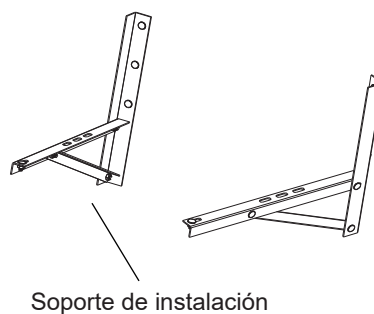

Fig.10
- Si se necesitan soportes de instalación para instalar la unidad exterior, el usuario puede comprar los soportes de nuestra empresa u otros agentes (Fig.10).